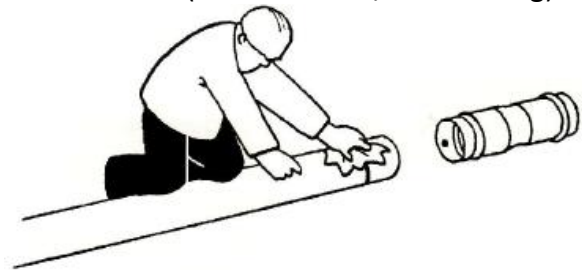

Bild 5: Spitzende aussen und Muffe innen gut reinigen.
- Spitzende mit Putzlappen reinigen (Bild 5)